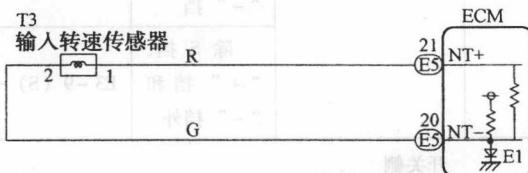

图 1-1-22 与故障码 P0717 相关的电路图
1. 与故障码 P0717 相关的电路图 (图 1-1-22)